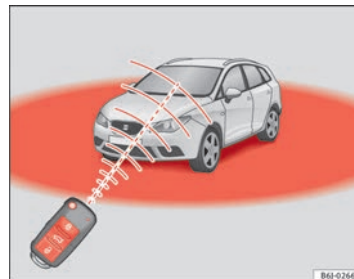

Fig. 47 Raggio d'azione del telecomando
Inoltre, la spia della pila della chiave → fig. 47, lampeggia.
- Il telecomando a radiofrequenza ha un campo d'azione limitato, al di fuori del quale il suo uso non produce effetto alcuno ⇒ fig. 47.